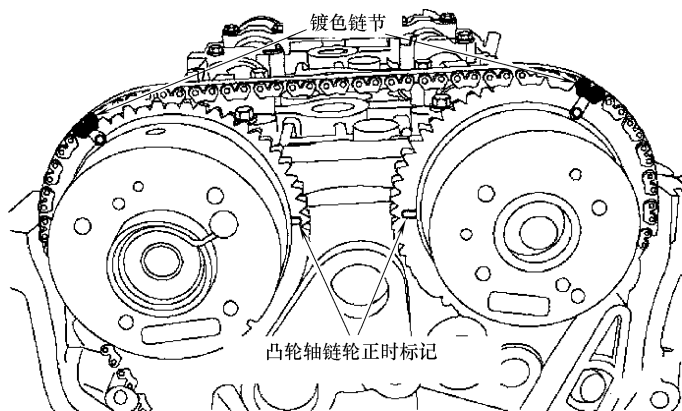
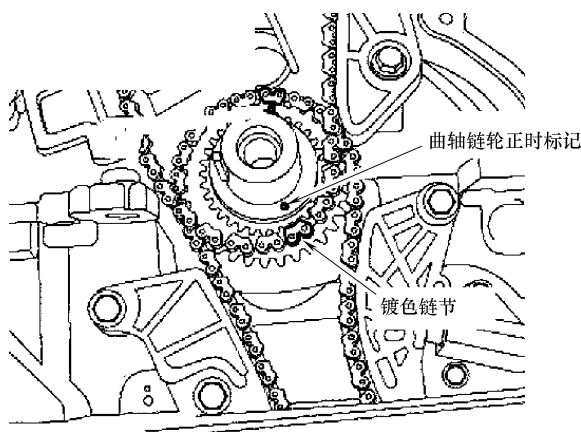

图 19-28 镀色链节与凸轮轴链轮正时标记识别
图 19-29 镀色链节与曲轴链轮正时标记识别
- 3) 如果正时链条上的镀色链节（图 19-28 和图 19-29）褪色，则要在拆卸正时链条前进行标注。
- 5) 安装正时链条，使正时链条上的镀色链节对齐曲轴链轮上的标记，见图 19-29。